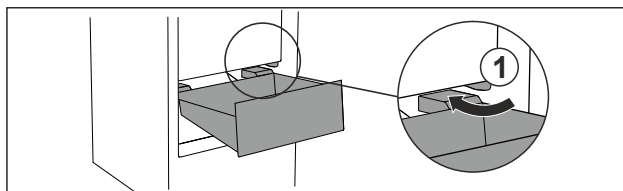

Fig. 60
- ▶ Zásuvku vedte šikmo podél zarážek Fig. 60 (1).